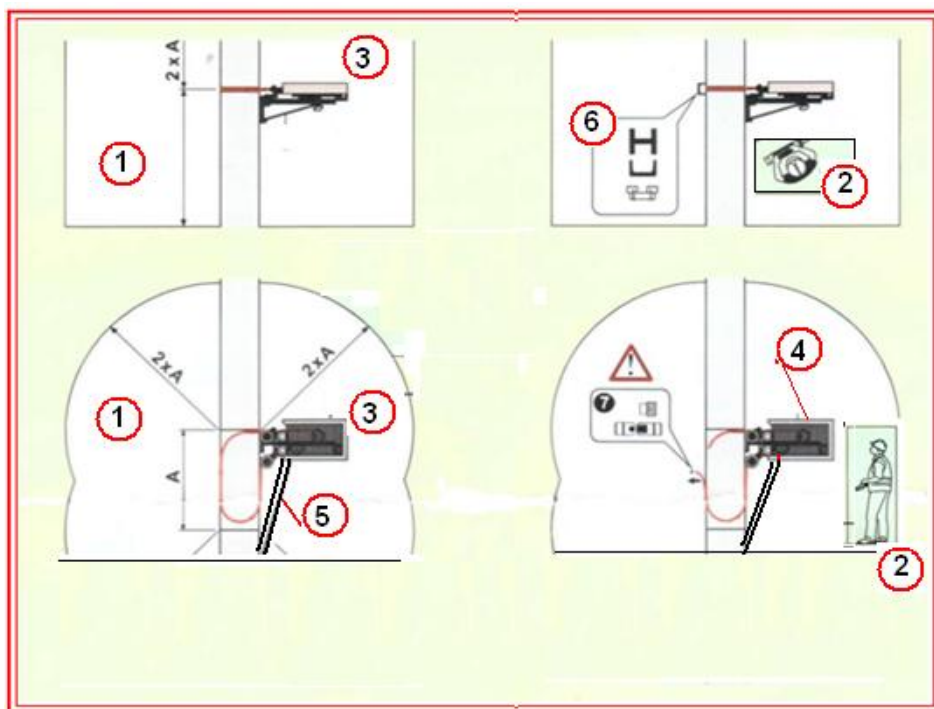

Рис.3.1. Опасные и рабочие зоны при прямом монтаже ОКР для резки вертикальных поверхностей (вертикальный рез)
**3.4.1.7.** Перед включением (пуском) машины обеспечить безопасность окружающих, в створе движения каната не должно быть нахождение людей и посторонних предметов на удалении, соответствующем зоне безопасности (рис. 3.1,3.2).
Безопасность выполнения работ обеспечивается определением и ограждением опасных и рабочих зон. Пример определения этих зон применительно к любым канатным машинам на рис. 3.1,3.2,3.3 .